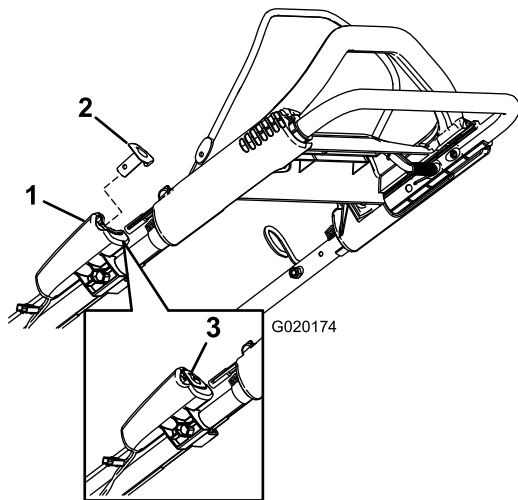
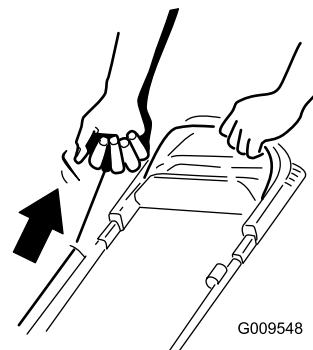

Рисунок 18
Рисунок 19
2. Нажмите кнопку электрического запуска (только на моделях с электрическим запуском, см. Рисунок 18), или потяните за рукоятку механического запуска (Рисунок 19)
Примечание: Если кнопка электрического запуска была снята, вставьте ее в электрический стартер, см. Рисунок 18 (только для модели с электрическим запуском).
Примечание: Слегка потяните за ручку стартера без усилия до тех пор, пока не почувствуете сопротивление, после чего резко дерните ее (Рисунок 19). Дайте тросу медленно вернуться в ручку.